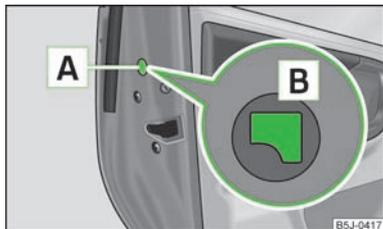

Fig. 13
- Smontare lo specchietto di cortesia **A** » fig. 13.